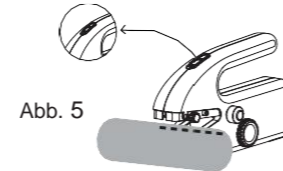

Abb. 5
6. Naht abschließen Wenn Sie mit dem Nähen fertig sind, heben Sie die Nadel durch Drehen des Drehrads in die höchste Position an. Ziehen Sie den Faden mit einer Schere etwa 5 cm heraus und schneiden ihn dann ab (siehe Abb.5+6)